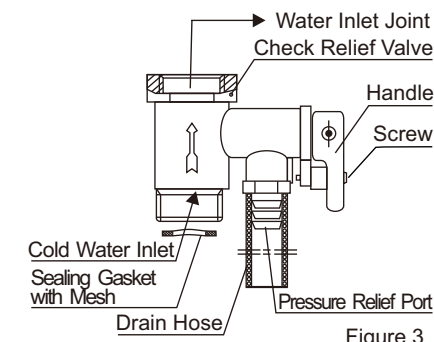

Figure 3
- ③ Se for utilizada água, esta deve poder escoar sem problemas.
- ④ Em condições normais de utilização, o manípulo da válvula de segurança (Fig. 3) deve ser aberto regularmente para remover a deposição de carbonato de cálcio. O método é: puxar o manípulo de descarga para cima até à posição horizontal (se o manípulo estiver equipado com parafusos, retirar os parafusos com uma chave de fendas antes de efetuar esta ação) e confirmar se a válvula de segurança está bloqueada (se há descarga de água). Se estiver bloqueada, contacte o serviço de manutenção.
① A válvula de segurança (ID original de fábrica 0,8MPa) nos acessórios deve ser instalada na junta de entrada de água (como mostrado na Fig. 3), e a correia da matéria-prima deve ser enrolada para garantir a vedação. A direcção da seta deve ser consistente com a direcção do fluxo de entrada de água do aquecedor eléctrico de água (como mostrado na Fig. 3).